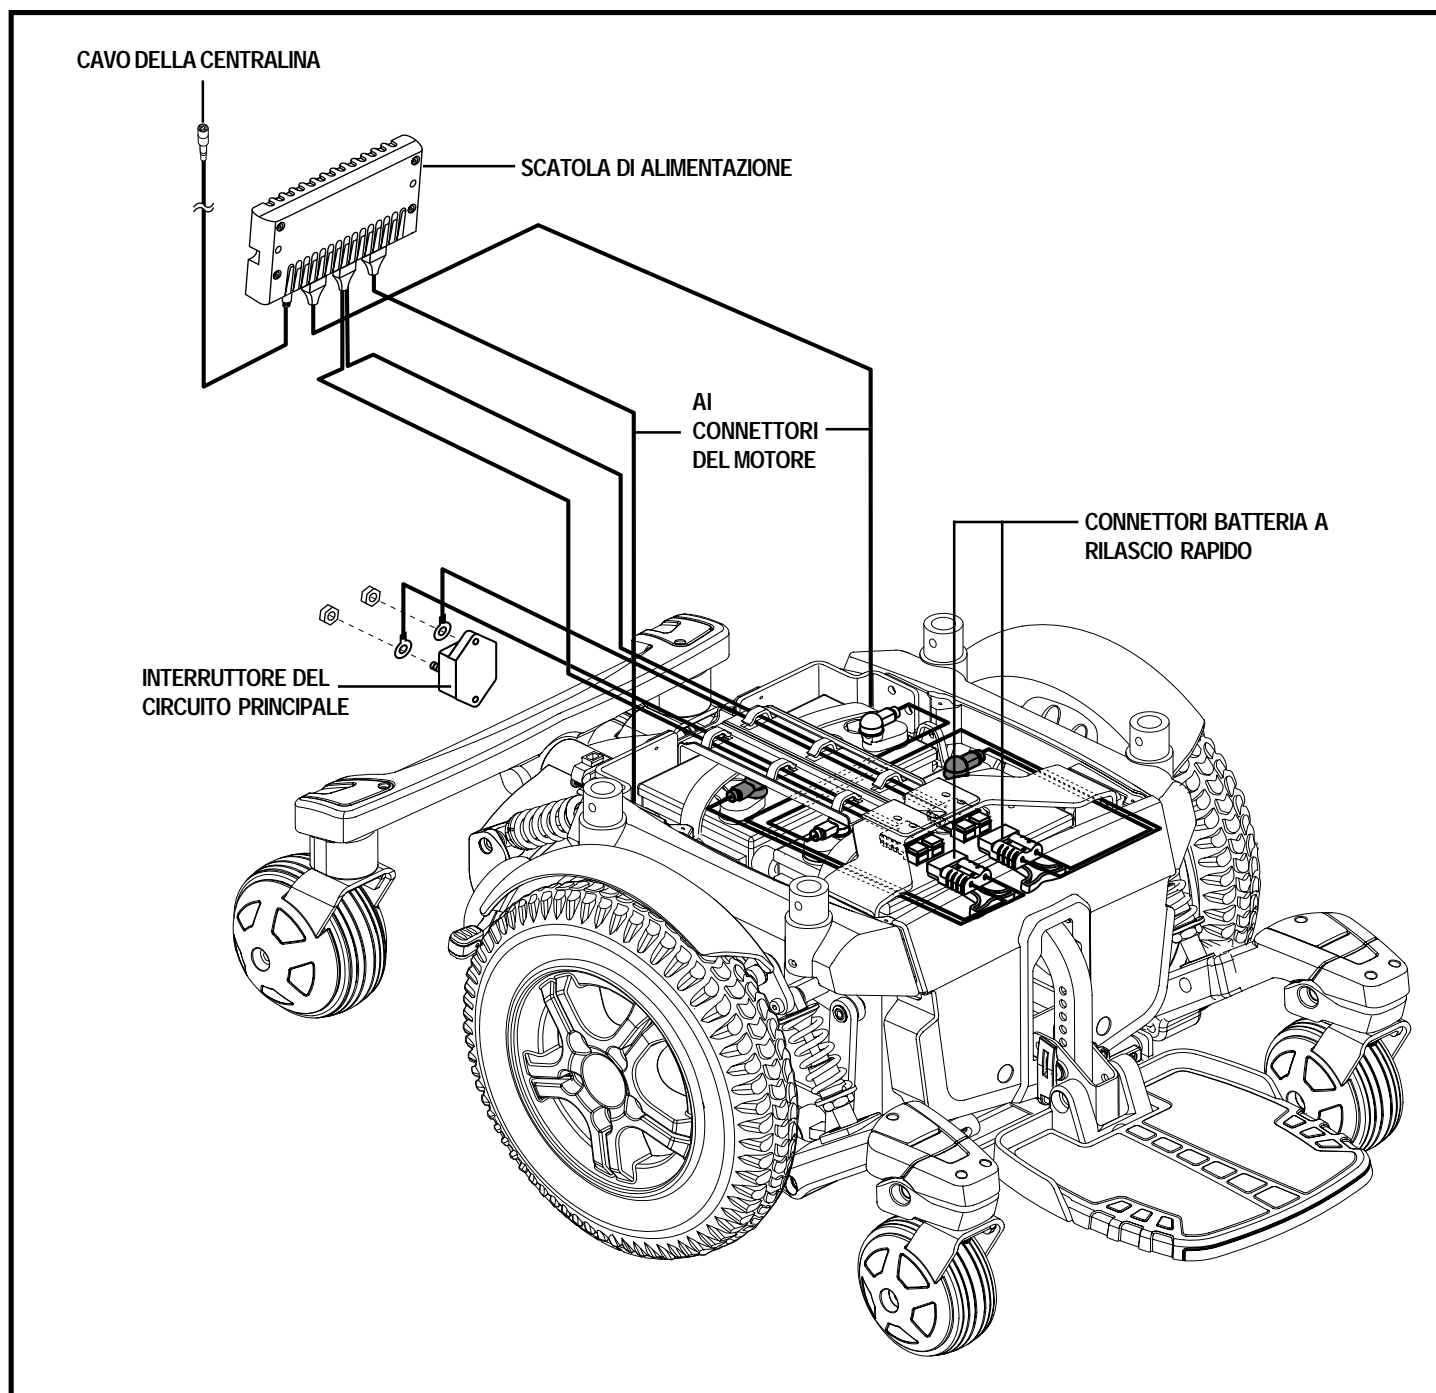

Figura 7. Componenti elettrici della Quantum 6000
Le componenti elettriche sono composte dal gruppo della centralina, dalle batterie e dai motori. Le batterie, i motori e il modulo della centralina (se fornito) si trovano sul gruppo della base elettrica. La centralina si trova sul gruppo del sedile. La connettività tra la centralina e i motori, le batterie e il caricabatteria è fornita per mezzo di uno o più strutture di cablaggio. Vedere figura 7.
6. Collegare il connettore della centralina alla base elettronica. Vedere figura 7.
3. Scollegare la centralina dalla scatola di alimentazione. Vedere figura 7.